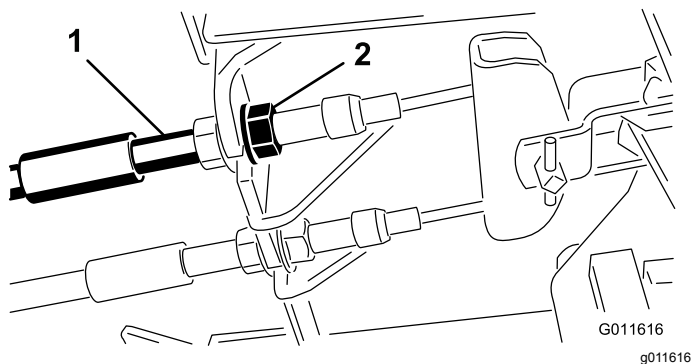

Рисунок 47
1. Чтобы уменьшить свободный ход тормозных педалей, затяните тормоза, ослабив переднюю гайку на резьбовом конце троса тормоза (Рисунок 47).